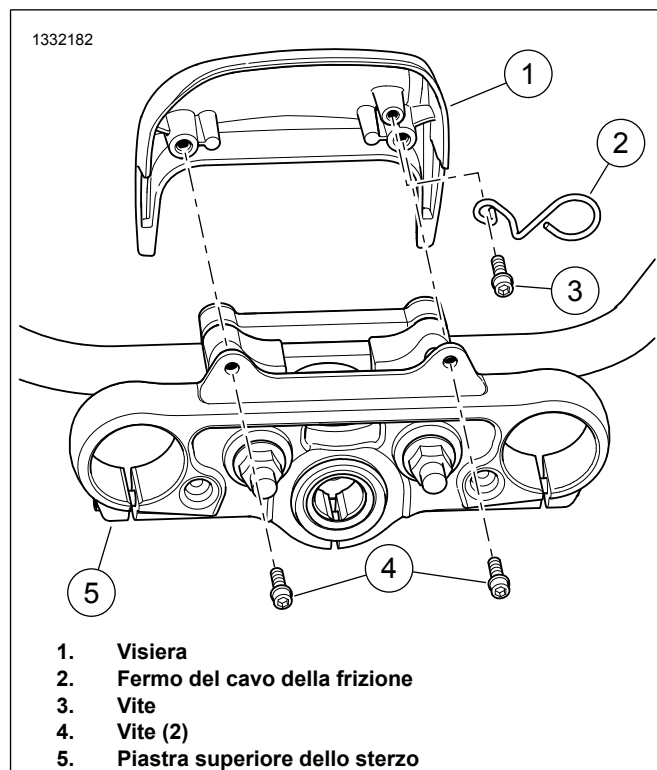

Figura 3. Visore FXLR
1. Figura 3 Estrarre le viti (4) dalla piastra superiore dello sterzo (5).
2. Rimuovere il visore (1).
3. Estrarre la vite (3) e rimuovere il cavo della frizione originale.
4. Montare il fermo del cavo della frizione (2) fornito nel kit.
5. Installare la vite (3). Serrare.